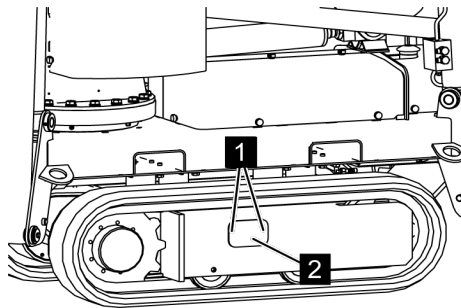

Fig. 102: Mettre le couvercle
5. → Remettre le couvercle (Voir la Fig. 102/2) avec les vis (Voir la Fig. 102/1).